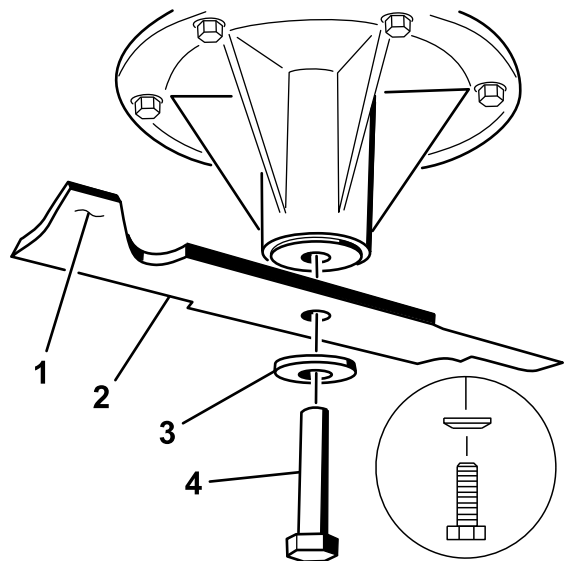

Figure 96
2. Enlevez de l'axe, le boulon, la rondelle bombée et la lame (Figure 96).
3. Si la lame est déséquilibrée, limez un peu l'extrémité de l'ailette seulement (Figure 96).